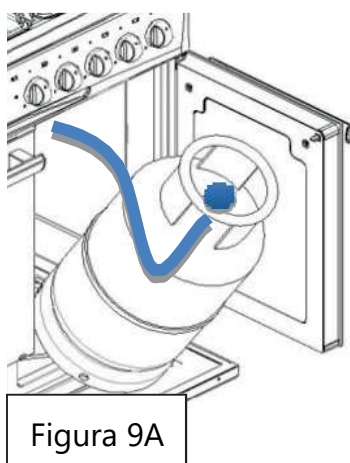
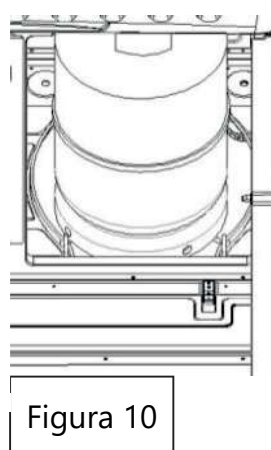

Figura 9A
Figura 10
- Coloque la bombona en el interior del armario, introduciendo primero la parte inferior (véase la figura 9A) y después la parte superior (figura 10).